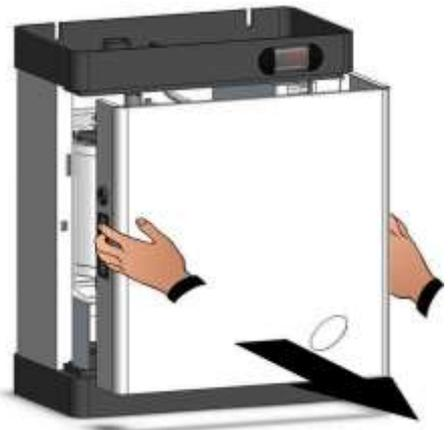

Fig. 7
4. Retirez la carène en la saisissant par les deux poignées sur les côtés et en le tirant vers vous avec une légère pression (fig. 7).